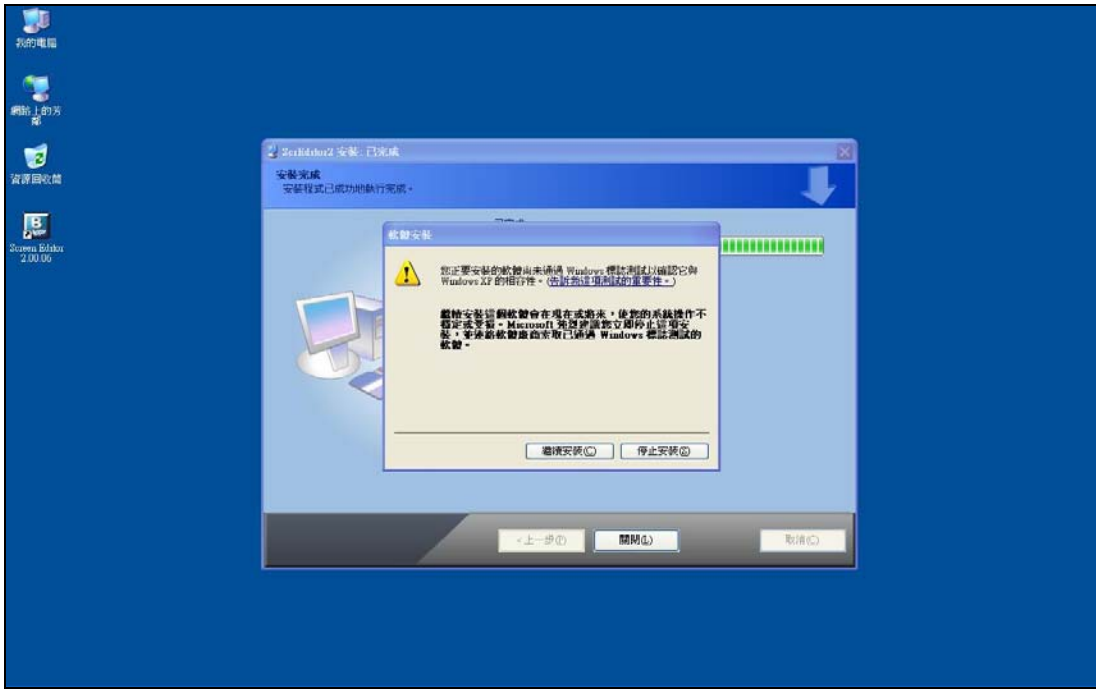

图 3-1-7 HMI USB 驱动程序安装画面
5. 软件安装完成后，系统会跳出视窗安装 HMI USB 驱动程序，此时点击继续安装即可（图 3-1-7）。如此即完成 Screen Editor 软件安装。